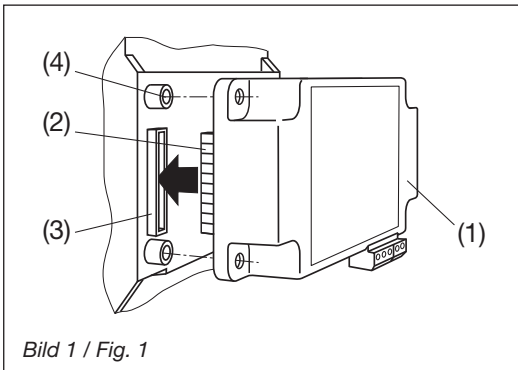

Bild 1 / Fig. 1
Erweiterungs-Modul (1) einfach auf der Rückseite des Grundgeräts aufstecken (Bild 1). Dabei beachten, dass Steckerleiste (2) und Steckbuchse (3), aufeinander passen.
Embrocher simplement le module complémentaire (1) à l'arrière de l'instrument de base (Fig. 1) tout en veillant à faire correspondre la fiche (2) et la prise (3).
Simply plug-in the extension module (1) at the back of the main A2xx instrument (fig. 1). Please ensure that the plug (2) and socket (3) are aligned correctly.